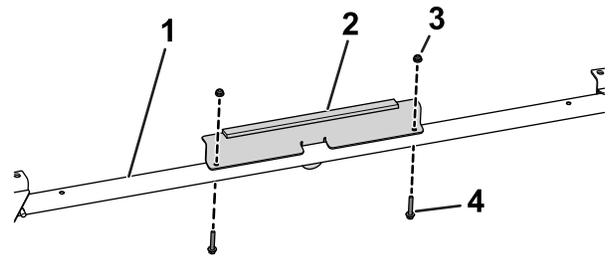

Figura 31
10. Utilice 2 pernos de cabeza hexagonal con arandela prensada (1/4" x 1 1/2") y 2 tuercas (1/4") para sujetar el soporte delantero al enlace transversal delantero (Figura 31).